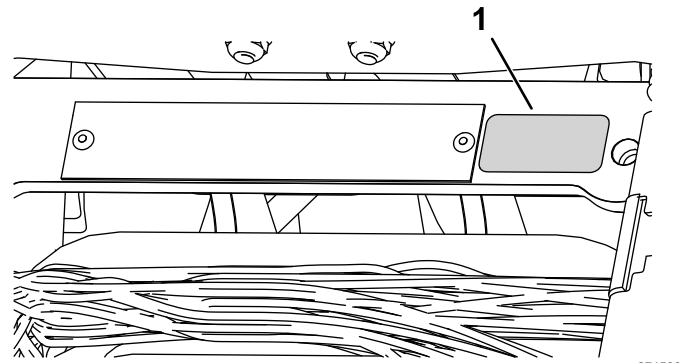

図 15
- シリアルプレートの近くに製造年デカルを貼りつける 図 15。